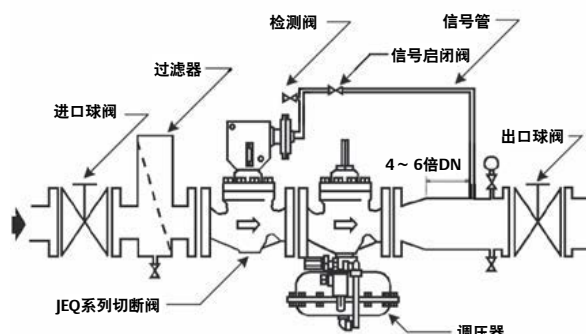
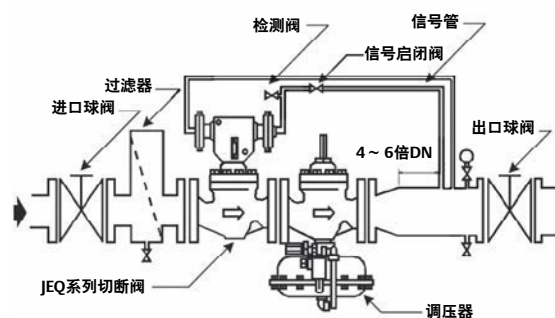

图6.
图7.
12. 切断阀需要一个外部信号管, 把取压点的压力传送到切断阀的传感器里; 切断阀的取压点应在调压器后直管段管径(DN)的4~6倍DN倍处的直管段上, 见图6、图7。
13. 管线上应装有压力表来显示压力, 见图6、图7, 以便观察。